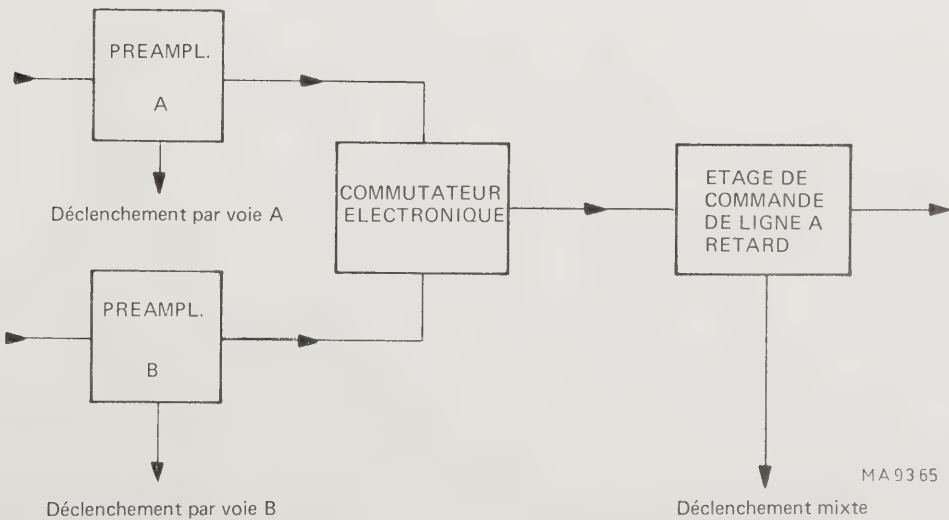

Fig. 2.5. Schéma synoptique du circuit de déclenchement mixte
*Remarque: Si on emploie le déclenchement mixte en fonctionnement bivoie (commuté ou alterné) et qu’un seul signal est fourni (à l’entrée A ou B), on ne peut obtenir un déclenchement stable. C’est normal vu que la source de déclenchement est également commutée de A à B (voir figure 2.5).*